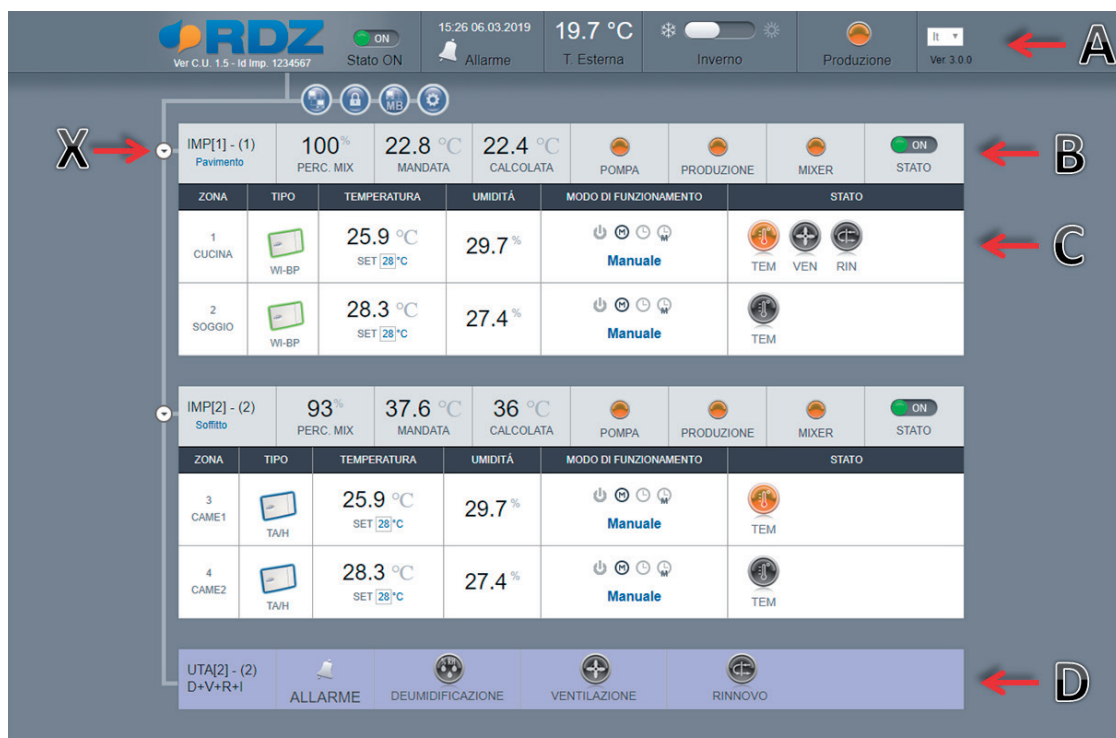

FIG. 5.1.2
At the end of the structural data reading, the application reads the real time values* and shows the Home page (fig. 5.1.2). *(The values is automatically refreshed every 2 minutes).
Completata la procedura di caricamento dei dati strutturali, l'applicazione procede alla lettura dei valori in tempo reale* e visualizza la schermata principale (fig. 5.1.2). *(I valori vengono automaticamente aggiornati ogni 2 minuti).
General (fig. 5.1.2 A), **System** (fig. 5.1.2 B), **Zone** (fig. 5.1.2 C)*, **A.H.U.** (fig. 5.1.2 D).
Generale (fig. 5.1.2 A), **Impianto** (fig. 5.1.2 B), **Zona** (fig. 5.1.2 C)*, **U.T.A.** (fig. 5.1.2 D).
*(The zones data can be shown by clicking on the connection joints, fig. 5.1.2.X).
*(Per visualizzare le Zone corrispondenti ai relativi Impianti è necessario cliccare sugli snodi di collegamento, fig. 5.1.2.X).